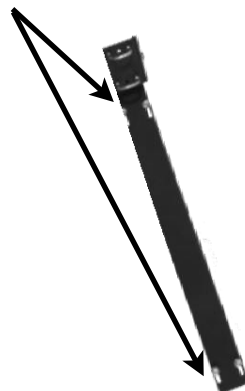

Imagen 3A
7. Ponga el brazo de montaje sobre el panel solar con las placas de sujeción hacia abajo. Coloque el brazo de montaje en ángulo de manera que las placas de sujeción se deslicen bajo el borde del panel solar (Imagen 3A).